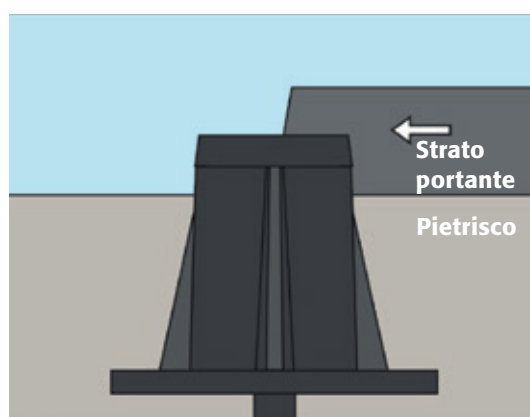

Fig. 2
6. Spingere la parte superiore verso il basso. A questo punto è possibile applicare lo strato portante sopra il chiusino. (**Fig. 2**)